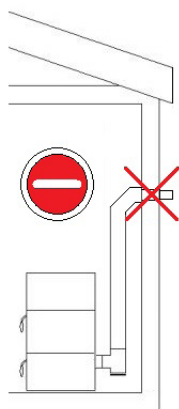

Fig. 8 - Divieto
- È vietato lo scarico diretto a parete dei prodotti della combustione all'esterno e verso spazi chiusi anche a cielo aperto (vedi **Fig. 8 a pag. 11**).